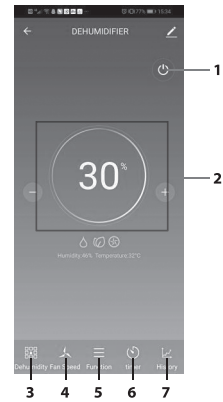

Рис. 20.
- На экране настройки сети выберите «SmartLife-****» (рис. 20).
Управление прибором через Wi-Fi (рис. 20).